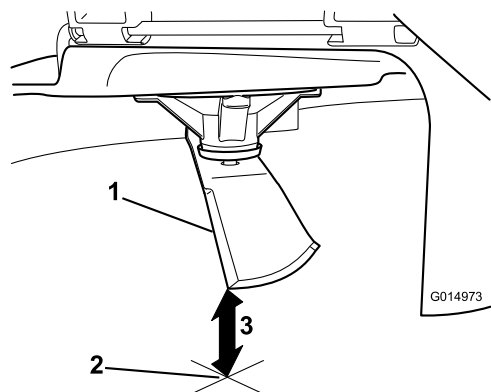

Figura 108
5. Mida desde la punta de la cuchilla hasta la superficie plana (**Figura 108**).